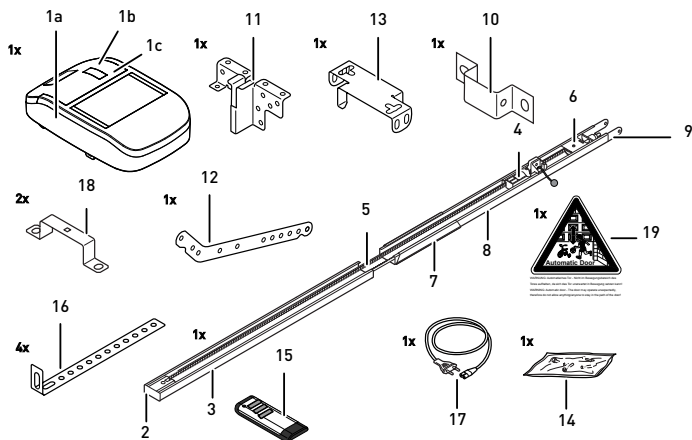

Fig. 2: Panoramica prodotto - singole parti
Montare la testa motrice (1) sul binario di scorrimento (3, fig. 2) utilizzando la staffa di fissaggio (18).